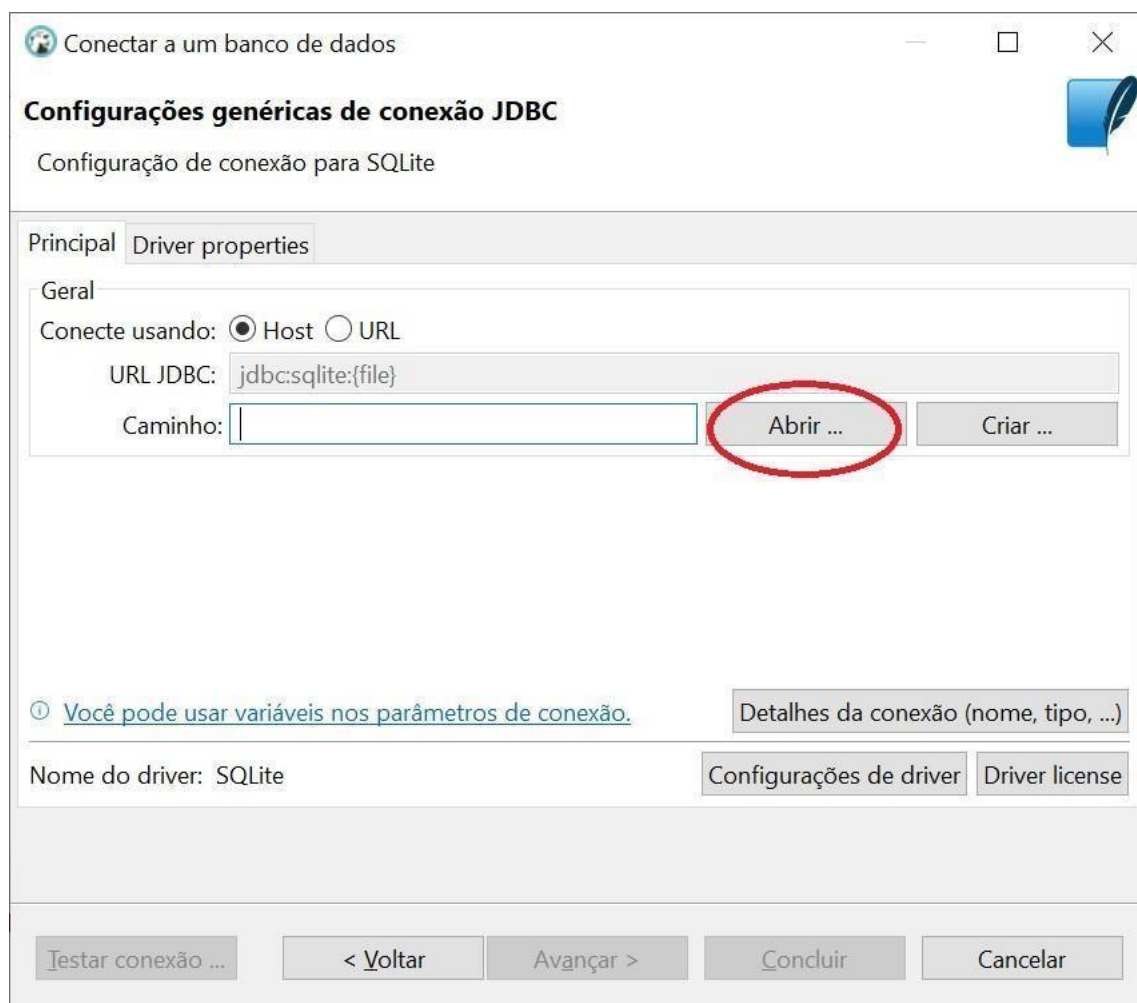

Figura 3
c) Clique em Avançar e escolha o caminho onde se encontra o arquivo “database.db”. Veja Figura 3.